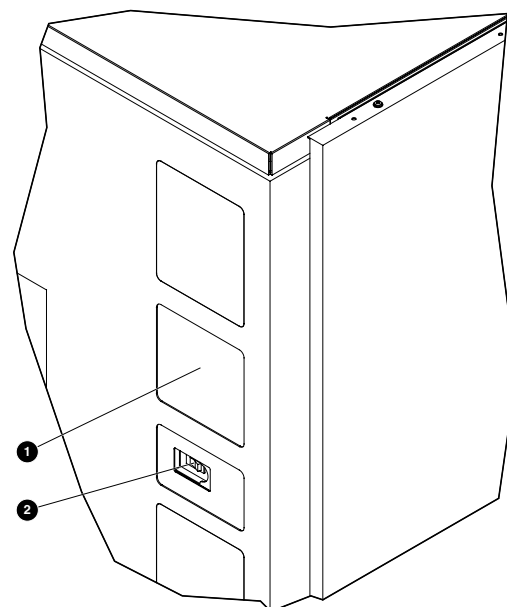

Figure 1 : Interrupteur marche/arrêt
6. Sur la face avant de la librairie, localisez le panneau coulissant qui recouvre l'interrupteur marche/arrêt (voir figure 1).
3. Sur la face avant de la librairie, ouvrez le panneau coulissant qui recouvre l'interrupteur marche/arrêt (voir figure 1).